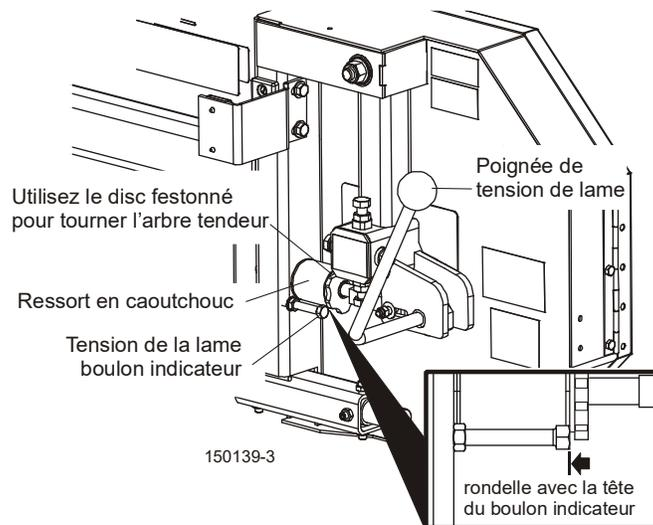

FIG. 3-7
1. Vérifiez que l'arrière de la rondelle du ressort en caoutchouc est aligné avec la tête du boulon indicateur. **Voir Fig. 3-7.**